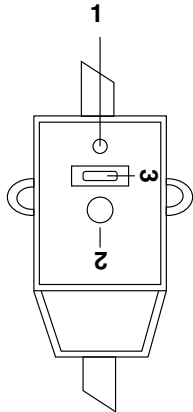

Рис. 6
| Индикация на дисплее отсутствует                                          | Сработала защита УЗО.                                                                                                  | Протестируйте УЗО, нажав кнопку «test». В случае, если УЗО прошло тестирование, нажмите на кнопку (3) перезапуска. В случае, если тестирование не проходит, свяжитесь со специалистами по техническому обслуживанию для осуществления ремонта (см. рис. 6). |